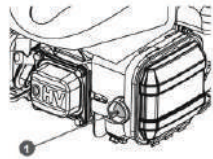

Рис.4. Расположение ручного топливного насоса
2. Для запуска холодного двигателя нажмите три раза на ручной топливный насос 1 (рис. 4).